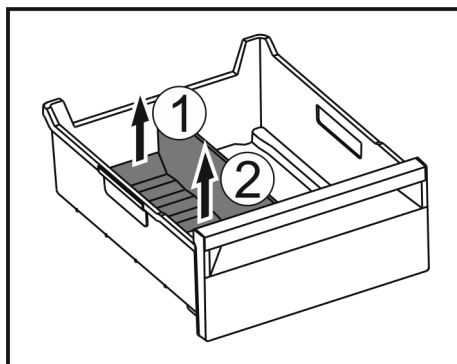

Fig. 135
- Podignite stražnji dio pregrade ladice za led. Fig. 135 (1)
- Izvadite pregradu ladice za led prema gore. Fig. 135 (2)